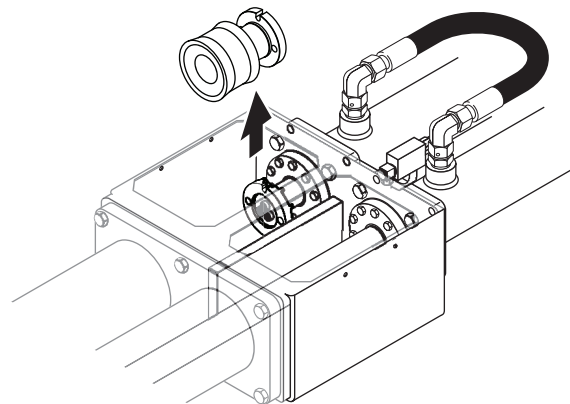

Figura 26
11. Retire la tuerca y el perno, y el ariete quedará libre para salir de la caja de agua (Figura 26).